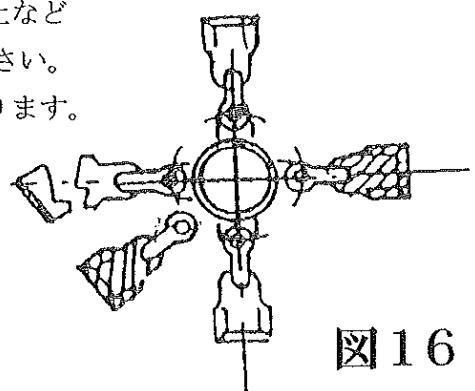

図16
- ・ ナイフの1つが破損し交換する場合には、破損した箇所と対角線にあるナイフも同時に交換することをお勧めします。（バランスを維持する理由から：図16参照）